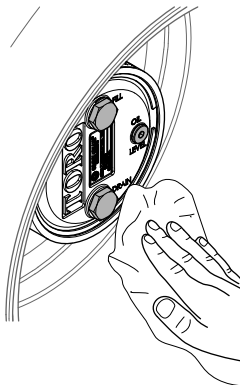

Figura 70
3. Limpie los alojamientos del freno y de los engranajes planetarios (Figura 70).